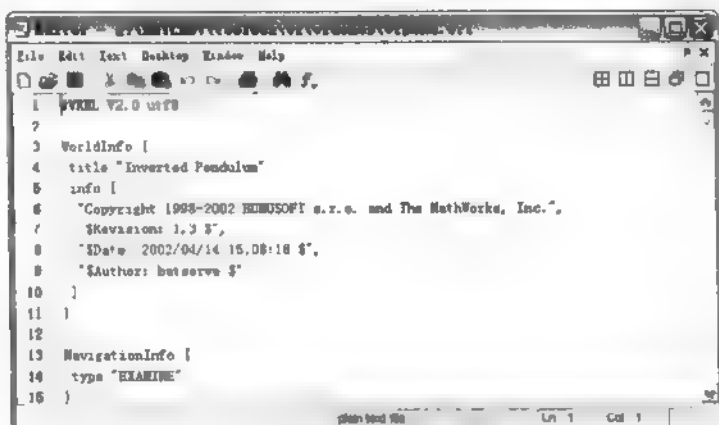

图 18.12 MATLAB 编辑窗口
(7) 重复步骤(3)~(6), 得到编辑窗口如图 18.12 所示。